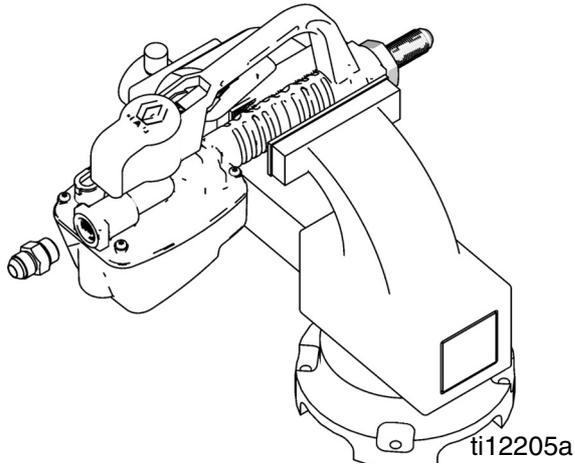

FIG. 6
6. Installez le raccord (4) à la sortie du compteur (FIG. 6). Ajustez le raccord avec une clé anglaise.